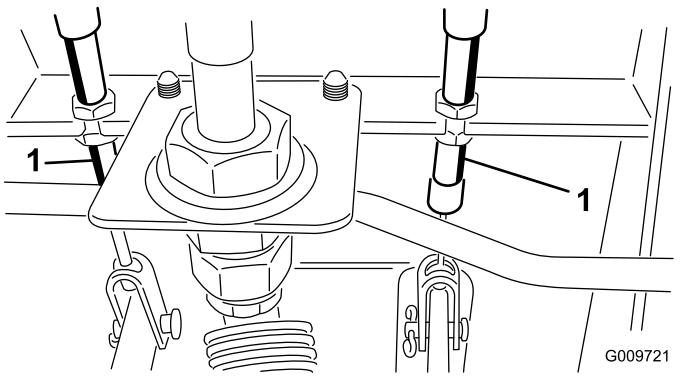

Figure 72
- A. Desserrez l'écrou avant sur l'extrémité filetée du câble de frein (Figure 72).